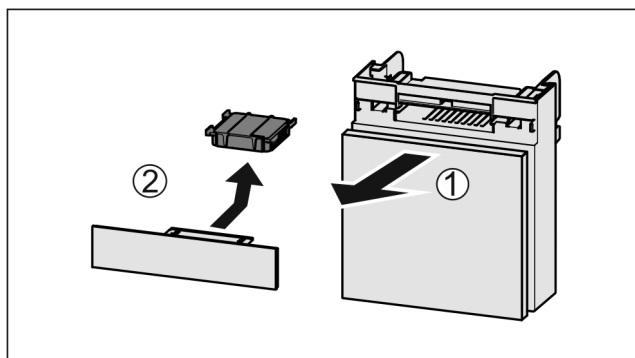

Fig. 148
- Vedä lokero etukautta pois Fig. 148 (1).
► Poista aktiivihiiisuodatin Fig. 148 (2).